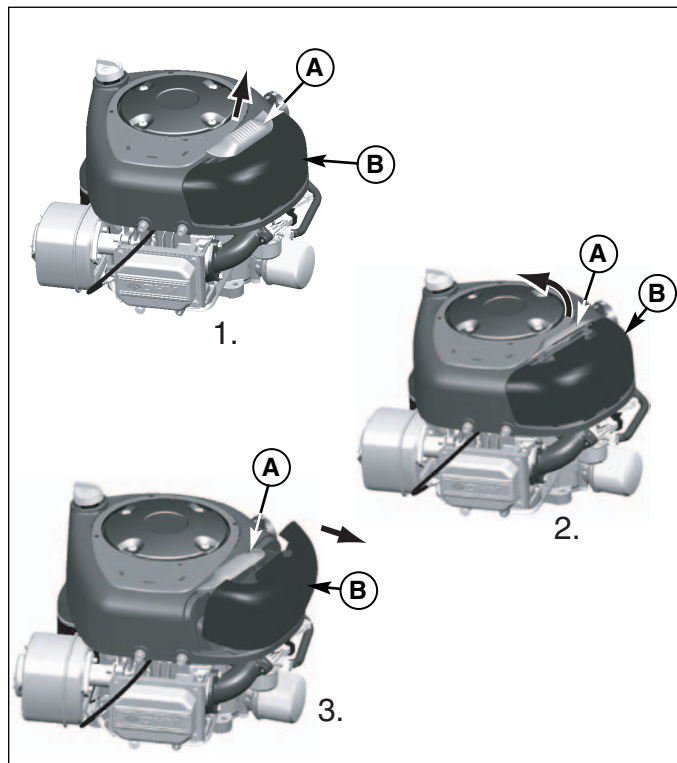
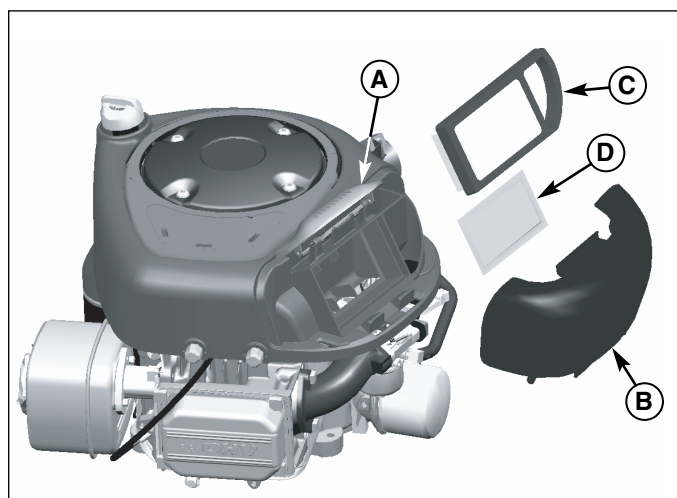

Figura 29. Filtro dell'aria - Modelli Briggs & Stratton a cilindro singolo
Figura 30. Manutenzione del filtro dell'aria - Modelli Briggs & Stratton a cilindro singolo
1. Sollevare il gancio del filtro dell'aria (A, Figura 29).
2. Ruotare il gancio del filtro dell'aria (A) verso l'interno.
3. Estrarre e togliere la copertura del filtro dell'aria (B).
4. Sollevare il filtro dell'aria (C, Figura 30) ed il pre-filtro (D), se in dotazione, dall'alloggiamento del ventilatore.
5. Installare il pre-filtro (D) con la griglia verso l'alto. Installare il filtro (C) come indicato in figura.
6. Installare la copertura (B) accertandosi che le linguette siano inserite nei rispettivi alloggiamenti. Fissare con il gancio (A).